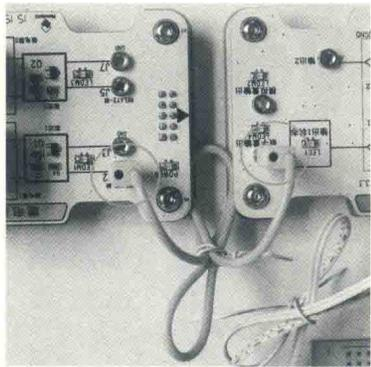

图1-2 温度传感器模块与继电器模块连接
1) 使用一条黄色（颜色可自选，仅为了便于区分）连接线将温度传感器模块的数字量输出接口与继电器模块的J2接口连接，如图1-2所示。